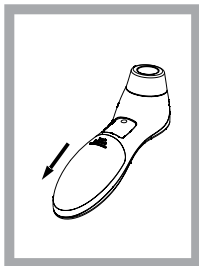

Рис. 9
2. Движением вниз снять крышку отсека для аккумуляторных батарей, как показано на рис. 9.